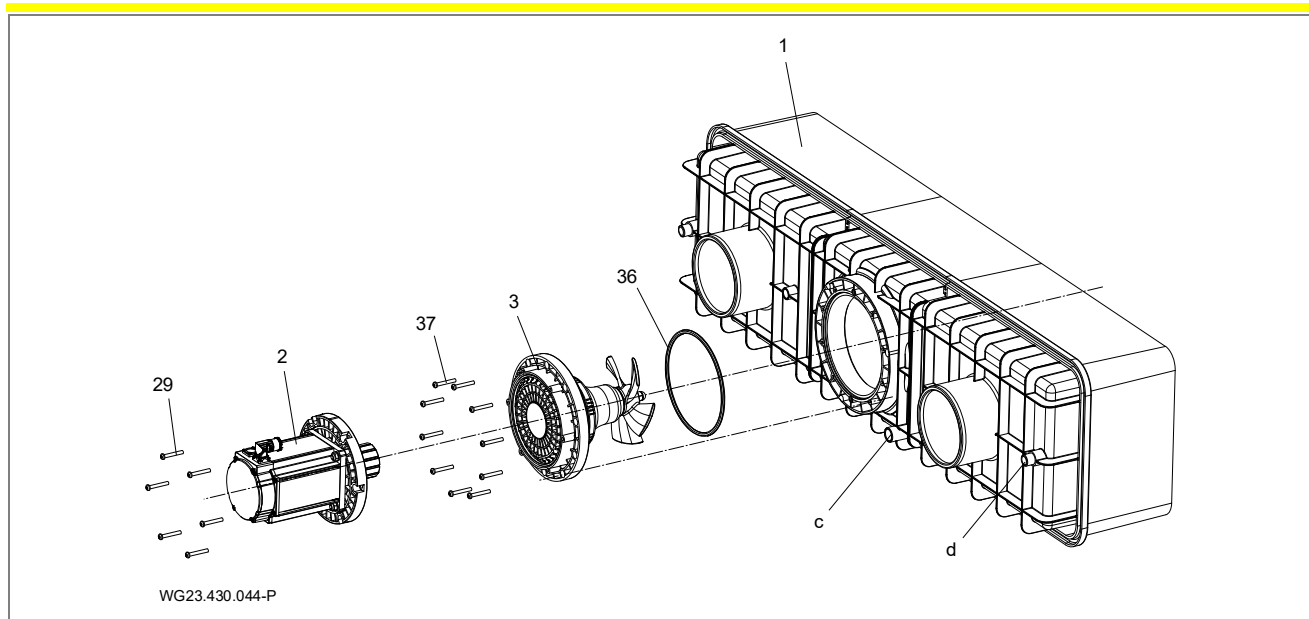

Abb. 16
1. Anschlussstutzen (d, siehe "Abb. 16" auf Seite 22) am Kunststoffgehäuse (1) und die Anschlussbuchse vom Kabelschuttschlauch (12) mit PVC-U/ABS-Reiniger entfetten.